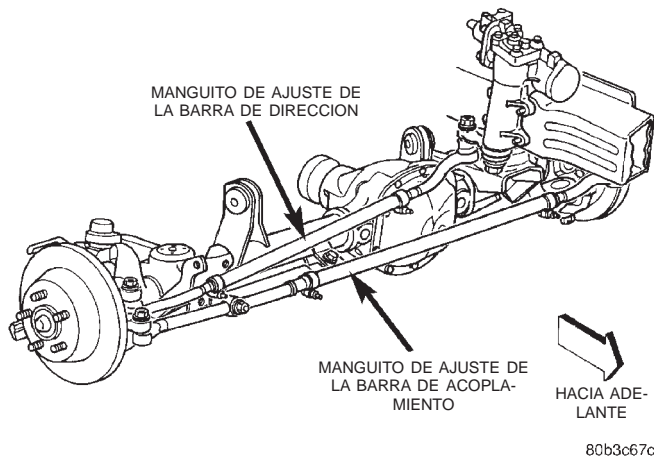

Fig. 2 Articulaciones de la dirección
- (1) Aplique el freno de estacionamiento.
- (2) Ponga en marcha el motor y gire las ruedas en ambos sentidos antes de enderezar el volante de la dirección. Centre y asegure el volante de la dirección.
- (3) Afloje los pernos de abrazadera del manguito de ajuste de la barra de acoplamiento (Fig. 2).
- (4) Gire el manguito para obtener la especificación de CONVERGENCIA positiva preferida. Emplace los pernos de abrazadera como se muestra en la (Fig. 2), a fin de tener la holgura adecuada.
- (5) Apriete los pernos de abrazadera con una torsión de 68 N·m (50 lbs. pie).
- (1) Afloje los pernos de abrazadera del manguito de ajuste de la barra de dirección.
- (2) Gire el manguito de ajuste para centrar el volante.
- (3) Emplace los pernos de abrazadera como se muestra en la (Fig. 2) para lograr la holgura adecuada.
- (4) Apriete los pernos de abrazadera con una torsión de 68 N·m (50 lbs. pie).
- (5) Realice una prueba de carretera del vehículo para verificar que el volante esté centrado.